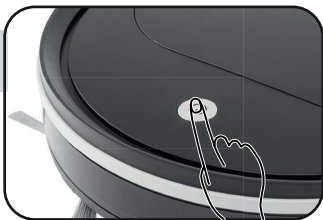

Figura 02
3. Na sequência aperte o botão **⏻** na parte superior do aparelho para que o aspirador inicie a limpeza **(Figura 02)**.
4. Para parar o aspirador é só clicar novamente no botão **⏻** e para voltar a limpar clique novamente no mesmo botão. **(Figura 02)**.